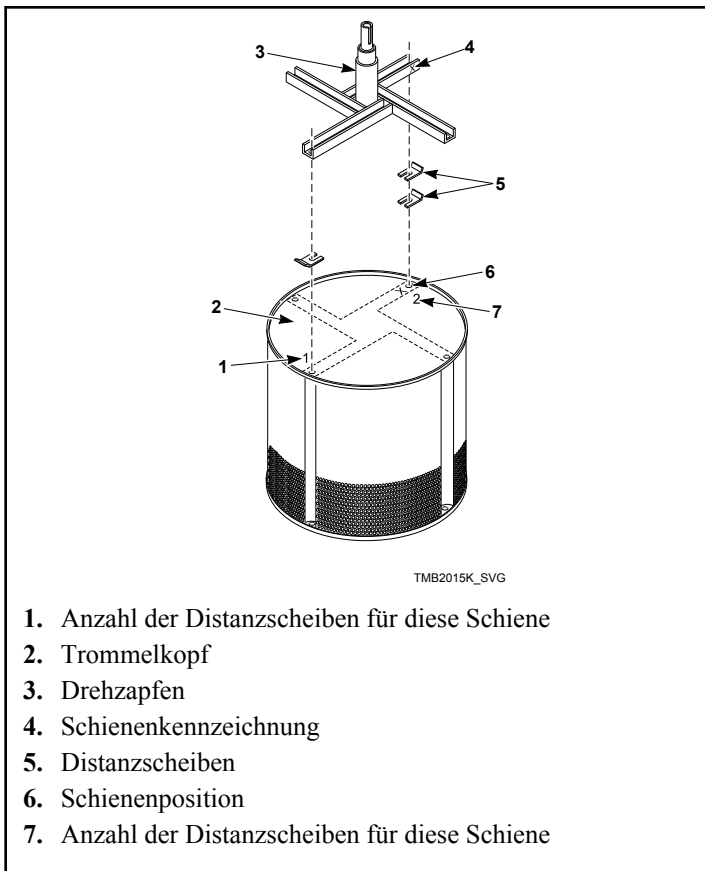

Abbildung 9
6. Um das ordnungsgemäße Gleichgewicht der Trommel beim Wiedereinbau zu gewährleisten, vor dem Ausbau die Originalposition jeder Schiene am Trommelkopf markieren und die Anzahl der Distanzscheiben für jede Schiene notieren. Siehe *Abbildung 9*.